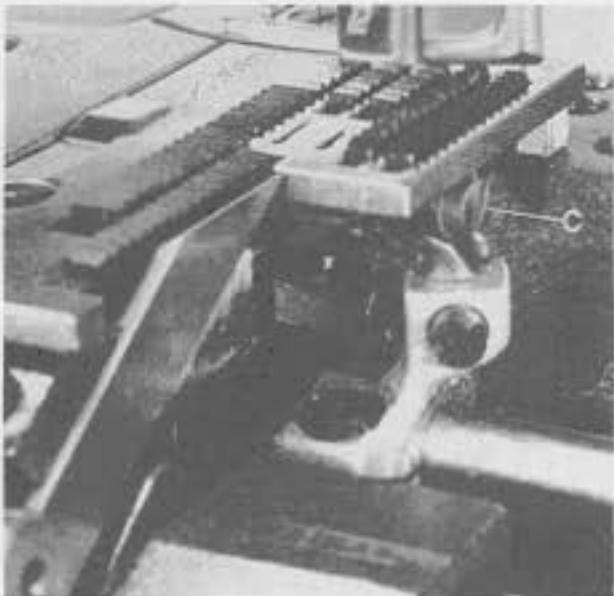
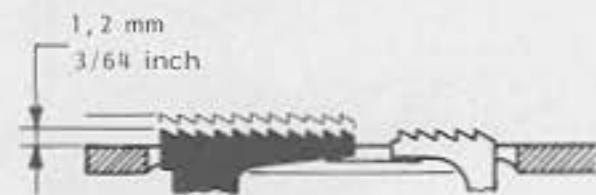

Fig.31
Fig.30
Turn pulley until the feed dogs are at their highest point of travel. In this position, the left part of the main feed dog and the differential feed dog should be set to rise approximately 1,2 mm (3/64 in.) above throat plate (see Fig. 30).
Depending on thickness of fabric to be sewn, the right part of the main feed dog can be raised slightly for compensation if required, to obtain a uniform and even feeding of lace or elastic (see Fig. 30). The correct height has to be determined by sewing tests. After loosening screw (C, Fig. 31) the right part of the main feed dog can be set accordingly. Retighten screw (C).
Drehen Sie am Handrad bis die Transporteure in der höchsten Stellung sind. In dieser Stellung soll der linke Teil des Haupttransporteurs und der Differentialtransporteur etwa 1,2 mm über die Stichplattenoberfläche ragen (siehe Fig. 30).
Abhängig von der Dicke des Nähgutes kann zum Ausgleich der rechte Teil des Haupttransporteurs bei Bedarf etwas höher gestellt werden, so daß Spitze oder Gummiband sauber und glatt transportiert wird (siehe Fig. 30). Die richtige Höhe wird durch Näherversuche ermittelt. Nach Lösen der Schraube (C, Fig. 31) läßt sich der rechte Teil des Haupttransporteurs entsprechend einstellen. Ziehen Sie die Schraube (C, Fig. 31) wieder an.